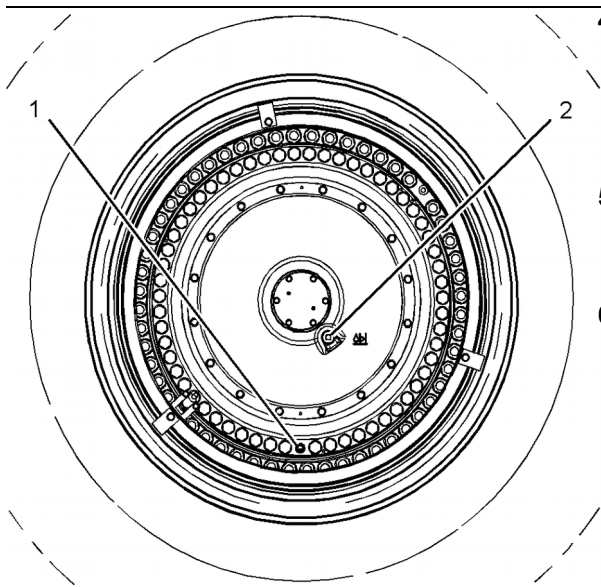

Ilustración 156
- a. Quite el tapón de llenado del diferencial (8). Añada aceite a través de la abertura del tapón de llenado hasta que el aceite se vea en la mirilla (10). Limpie el tapón de llenado del diferencial y el área alrededor de la abertura del tapón de llenado. Instale el tapón de llenado del diferencial.
19. Quite los tapones magnéticos de llenado (2) de los mandos finales. Vea la Ilustración 156. Llene cada mando final hasta la parte inferior de la abertura del tapón de llenado. Cuando el tapón del drenaje del mando final está en la posición más baja, el tapón de la abertura de llenado del mando final estará en el nivel correcto del aceite.